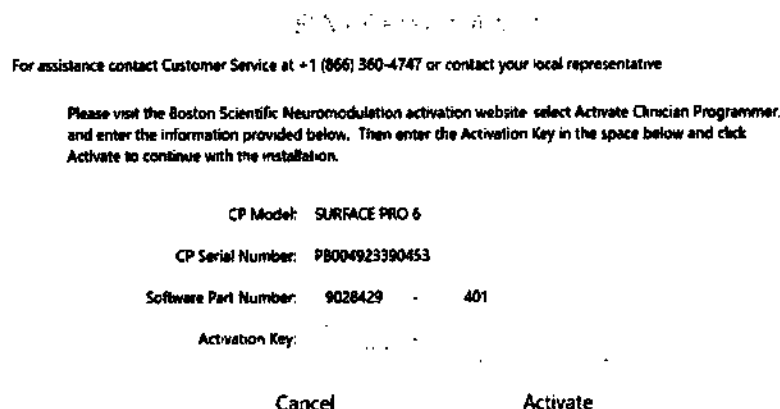
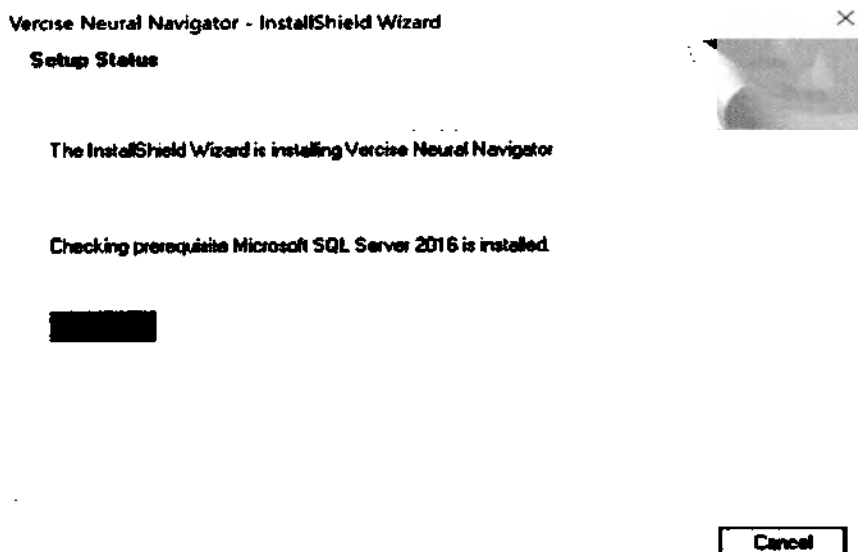

Рисунок 5. Активация КПУ (9028429-401)
Рисунок 6. Установка программного обеспечения на КПУ
5. Убедитесь, что в поле Software Part Number (Номер раздела ПО) отображается число 9028429-401, как показано на Рисунок 5:
6. Введите на КПУ ключ, сгенерированный на веб-портале активации или предоставленный местным торговым представителем (Рисунок 5).
7. Нажмите кнопку **Activate** (Активировать) (Рисунок 5). Настройка системы для работы с новым приложением может занять несколько минут. В ходе работы инсталлятора программного обеспечения Vercise Neural Navigator 4 на КПУ будут отображаться различные сообщения о состоянии процесса (Рисунок 6). При необходимости нажмите **Next** (Далее) или **Finish** (Готово).